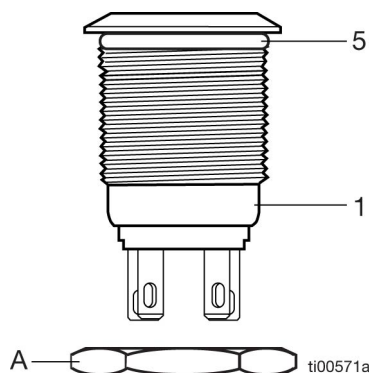

FIG. 1
3. Retirer le contre-écrou (a) du bouton (1). Installer le joint torique (5) (FIG. 1).